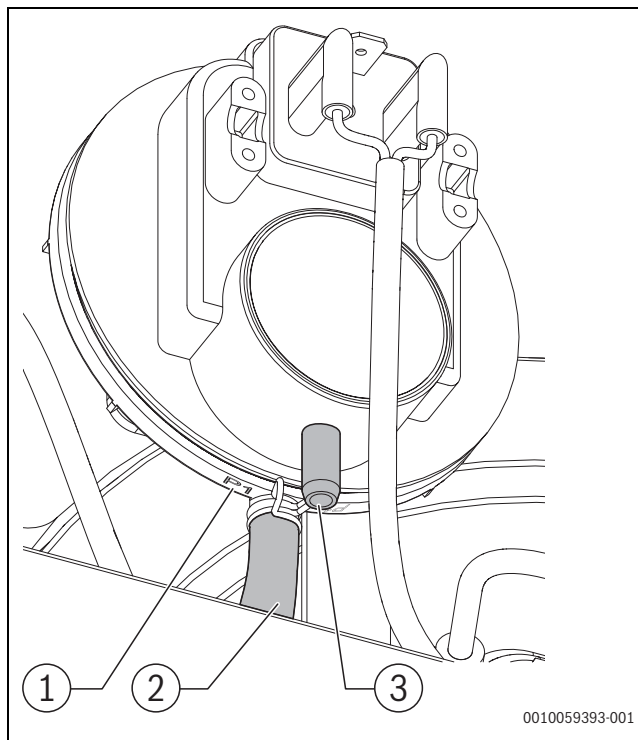

Bild 94 Detailansicht ADS-Druckschalter
- [5] Detail Anschluss Messleitungen (→ Bild 94)